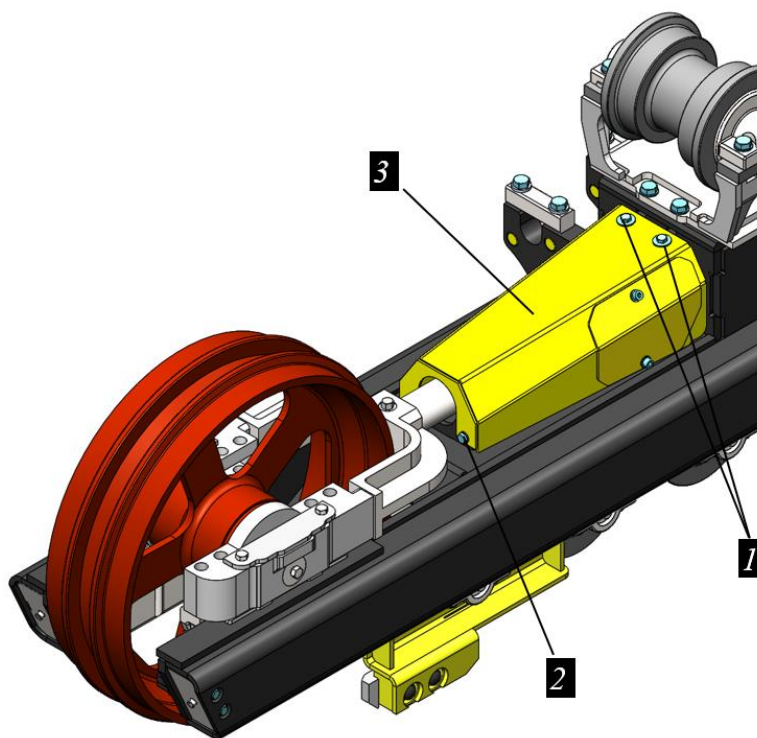

Рисунок 12.11. Процедура демонтажа кожуха механизма натяжения
- Выкрутить крепежные болты кожуха 1 и 2 и снять кожух 3, рис. 12.11.